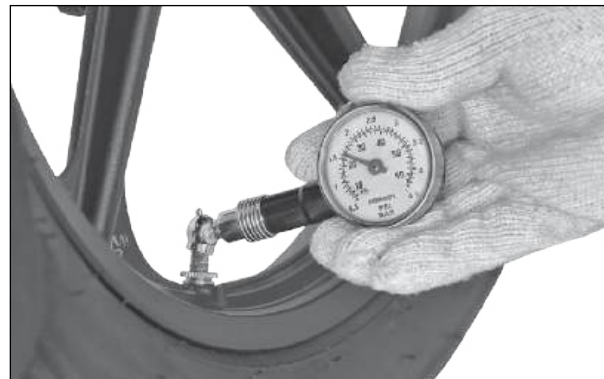

Fig. 2.76
- Mantenha a pressão correta dos pneus para uma boa estabilidade nas vias e maior vida útil dos pneus. (Fig. 2.76)